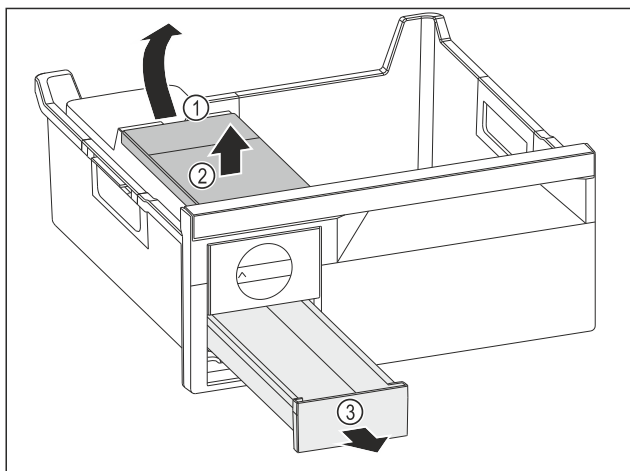

Fig. 86
- Ta ut vattenbehållaren: Lyft vattenbehållaren vid ursparingen Fig. 86 (1).
- Ta ut vattenbehållaren Fig. 86 (2) uppåt.
- Ta ut iskublådan Fig. 86 (3) framåt.